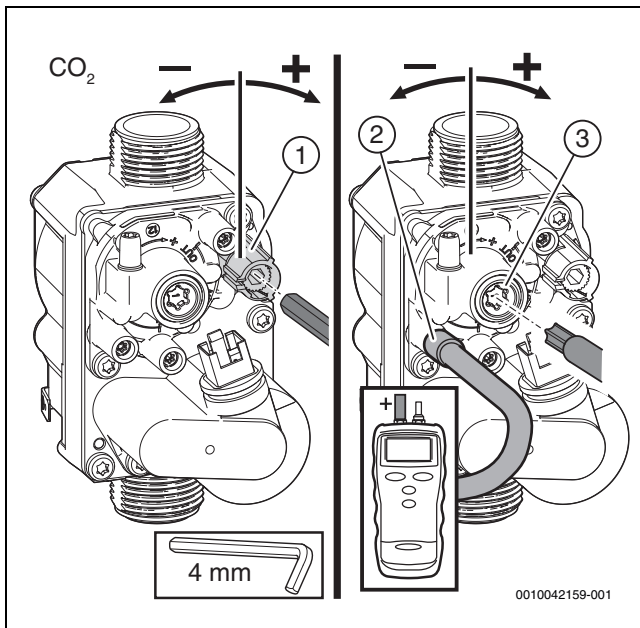

Bild 50 Einstellen der Gasarmatur
- ▶  $\text{CO}_2$ - oder  $\text{O}_2$ -Gehalt für die maximale Nennwärmeleistung gemäß Tabelle 84 prüfen und ggf. nachstellen (→ Seite 43, Bild 50).